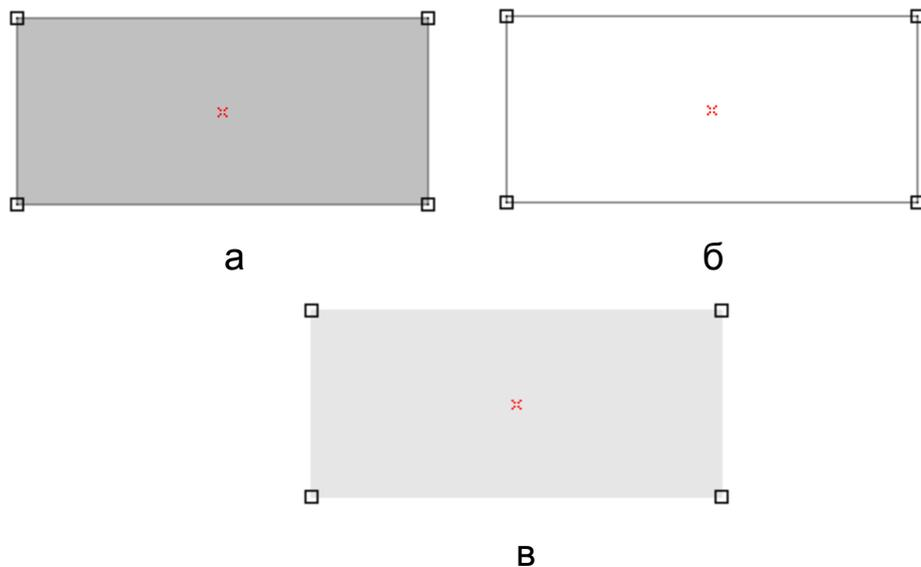

Рисунок 6.32
**Задание 9.1** Отобразите произвольную пластину  и отобразите ее тремя способами: плоская  (рисунок 6.32, а), проволочная  (рисунок 6.32, б) и объемная  (рисунок 6.32, в)